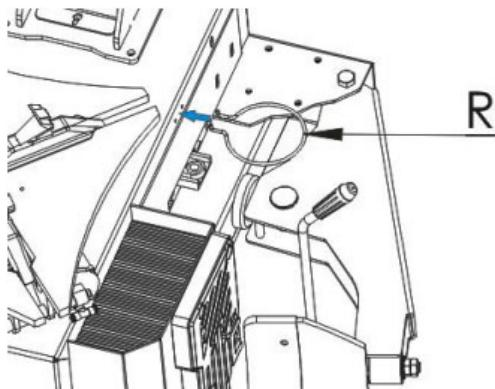

Abb.9
- Wie in Abb.9 dargestellt, führen Sie die beiden Enden in die beiden  $\phi 5$  Löcher auf der rechten Seite der Säule ein. Stellen Sie sicher, dass die Haken nach oben zeigen.